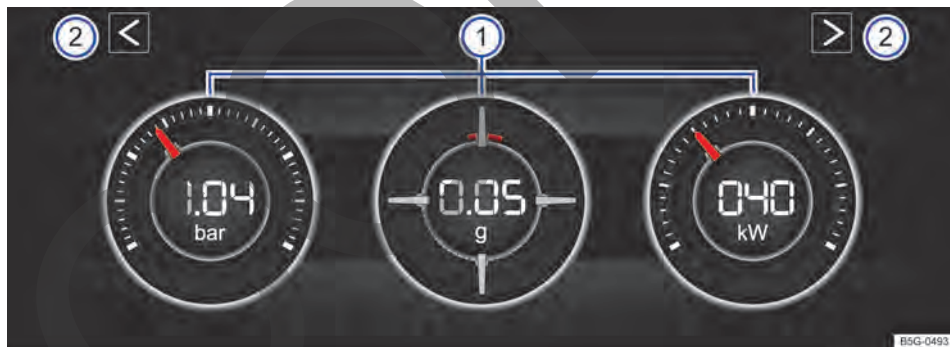

Fig. 19 En la pantalla del sistema de infotainment: monitor de potencia.
Si desea cambiar entre el monitor de potencia y el cronómetro → pág. 31, pulse una de las flechas que hay a la izquierda y a la derecha por encima de los instrumentos → **fig. 19** ②.
La pantalla puede mostrar simultáneamente tres instrumentos como máximo. Todos los instrumentos se pueden seleccionar indistintamente para cualquier área de visualización → fig. 19 ① (izquierda, central y derecha).
- **Indicador de la presión de sobrealimentación:** Este indicador → fig. 19 ① (a la izquierda) muestra la presión en el tramo comprendido entre el turbocompresor y el motor (en la unidad "bar"). Cuanto más a la derecha se encuentre la aguja en la escala, mayor será la potencia que entrega el motor.
- **Medidor de la aceleración (acelerómetro):** El medidor de la aceleración (acelerómetro) → fig. 19 ① (en el centro) muestra el valor de la aceleración (en la unidad "g") en la zona central. La marca roja de la zona con forma reticular muestra la fuerza de la aceleración y la dirección de la fuerza que actúa (en dirección opuesta según las leyes físicas). Si, p. ej., se gira hacia la izquierda, la marca roja se mueve en la zona derecha del instrumento (y viceversa). Cuando se acelera, la marca roja se mueve hacia abajo. Cuando se frena, la marca roja se mueve hacia arriba. La fuerza de la aceleración se representa mediante la posición de la marca roja de dentro hacia fuera. Cuando aumenta la aceleración, la marca roja se aleja de la zona central.
- **Indicador de potencia:** El indicador de potencia → fig. 19 ① (a la derecha) muestra la potencia del motor solicitada en formato digital y en la escala circundante (en kW).